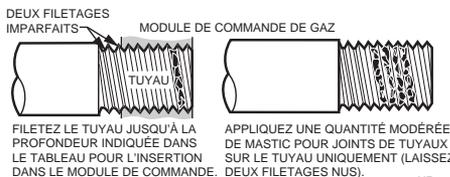

Fig. 3. Appliquez une quantité de mastic pour joints de tuyaux.
4. Appliquez sur le tuyau uniquement une quantité modérée de mastic pour joints de tuyaux de bonne qualité (n'utilisez pas de ruban Téflon), en laissant deux filetages nus à l'extrémité. Sur les installations au GPL, utilisez un mastic résistant au GPL (fig. 3).